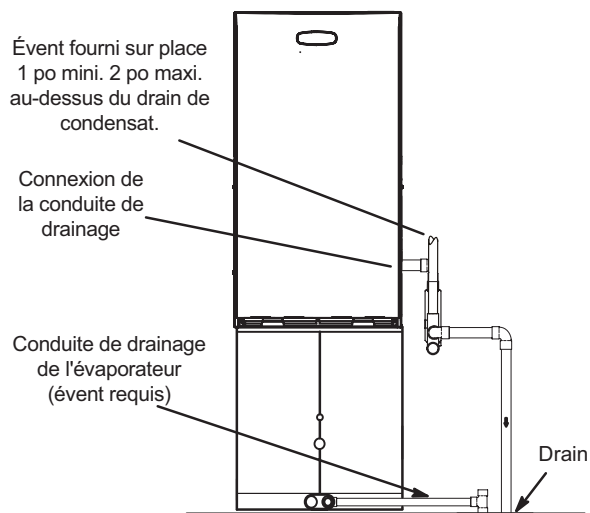
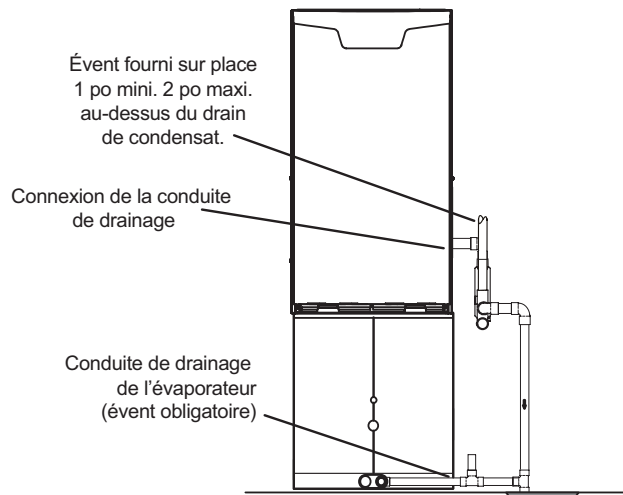

FIGURE 46
FIGURE 47
- 5 - La FIGURE 46 montre l'appareil et le serpentin d'évaporateur utilisant un drain séparé. Si nécessaire, la conduite de condensat de l'appareil et celle du serpentin d'évaporateur peuvent s'écouler ensemble. Reportez-vous à la FIGURE 47 et à la FIGURE 48. L'évacuation fournie sur place doit avoir une longueur comprise entre 1 po minimum et 2 po maximum au-dessus du raccord de sortie du drain de condensat.